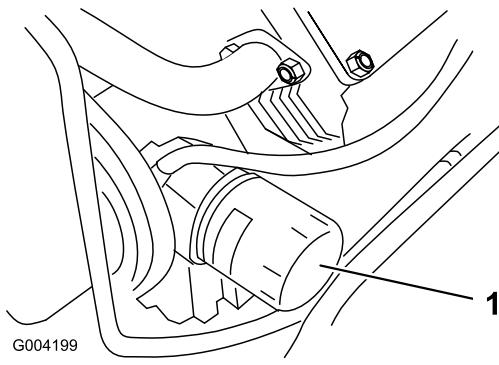

Figura 34
3. Retire el filtro usado (Figura 34) y límpie con un paño la superficie de la junta del adaptador del filtro.